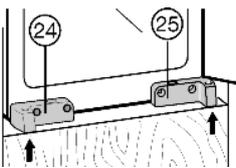

Fig. 12
- ▶ Выровняйте устройство по глубине: выровняйте переднюю кромку кронштейна *Fig. 12 (24)*, кронштейн *Fig. 12 (25)* и крепежный уголок *Fig. 12 (22)* по передней кромке дна шкафчика и по боковой стенке.